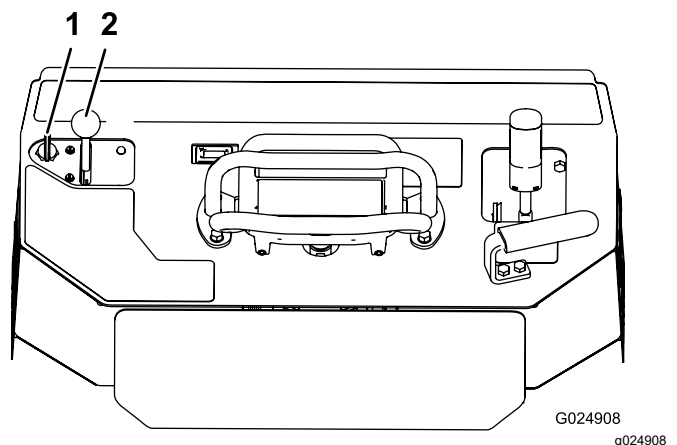

Figure 18
1. Réglez la commande d'accélérateur à mi-course entre les positions BAS RÉGIME et HAUT RÉGIME (Figure 18).
2. Tournez la clé en position CONTACT (Figure 18). Relâchez la clé quand le moteur démarre.
3. Réglez la commande d'accélérateur à la position voulue (Figure 18).